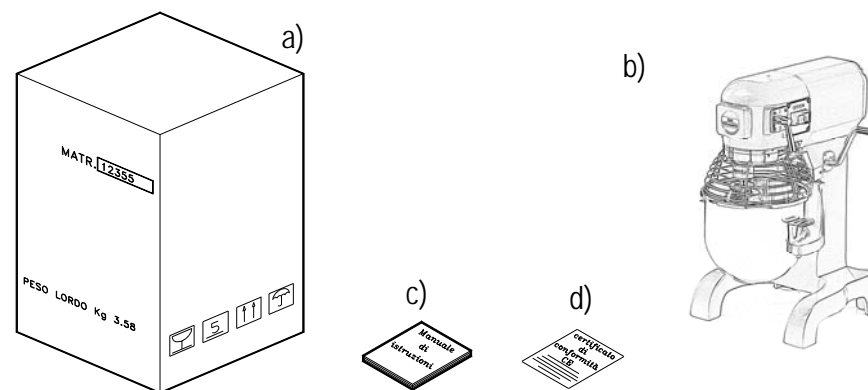

FIG. n.3 - Descrizione dell'imballo
3.1 - SPEDIZIONE DELLA MACCHINA (vedi FIG. n.3)
Al ricevimento del collo, se esso non presenta danni esterni, procedere alla sua apertura controllando che dentro ci sia tutto il materiale (vedi FIG. n.3). Se invece all'atto della consegna del collo esso presenta segni di maltrattamenti, urti o caduta, è necessario far presente al corriere il danno, ed entro 3 giorni dalla data di consegna, indicata sui documenti, stendere un preciso rapporto sugli eventuali danni subiti dalla macchina. **Non capovolgere l'imballo!!** All'atto del trasporto assicurarsi che venga preso saldamente nei 4 punti fondamentali (mantenendolo parallelo al pavimento).